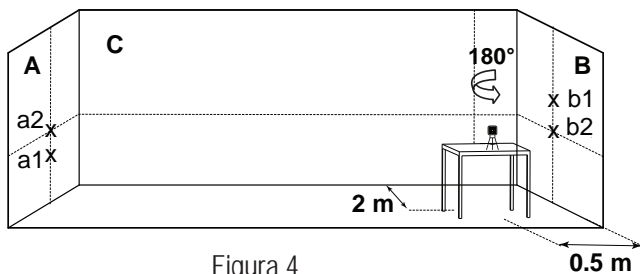

Figura 4
- 12) En la pared **A**, marque el centro de los rayos cruzados como **a2** (véase la figura 4).